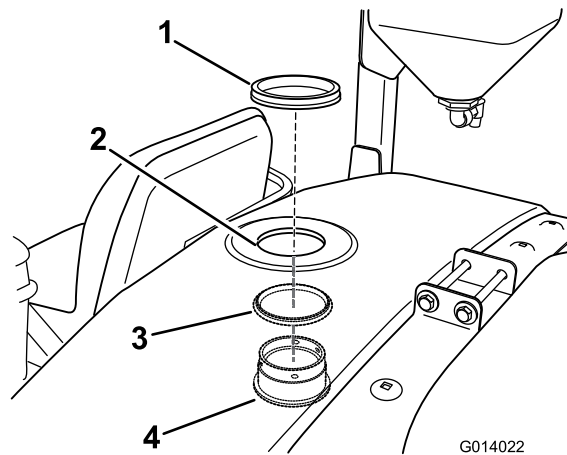

図 21
2. バルクヘッドとOリングをタンクの内側から外側に向けて、先ほど作った穴に取り付ける 図 21。